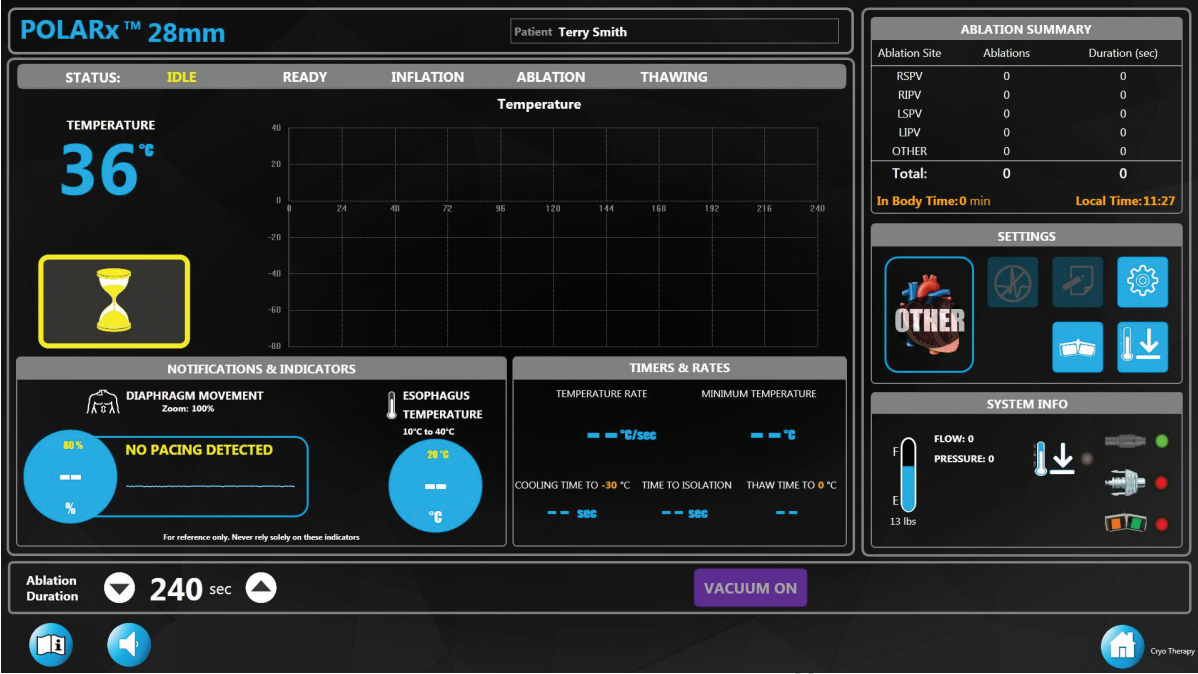

Figura 5. Schermata Therapy (Terapia) – stato Idle (Inattivo) – Catetere valido connesso
2. Premere il pulsante VACUUM ON (Accensione del vuoto) nella schermata Therapy (Terapia) (Figura 5).